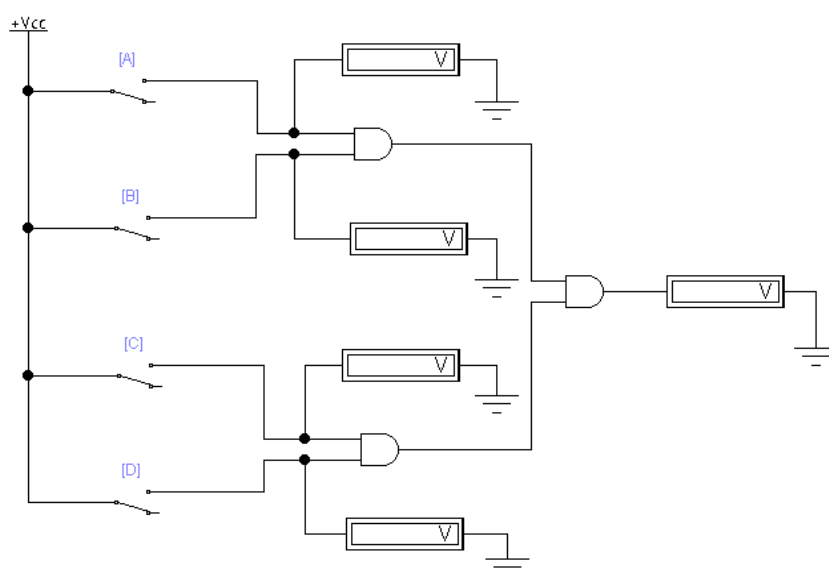

Fig. 5. Schema electrică a regimului static cu elementul ȘI.
3.1. Scriți funcția logică a schemei din Fig. 5.
3.2. Construiți schema electrică prezentată în Fig. 5.